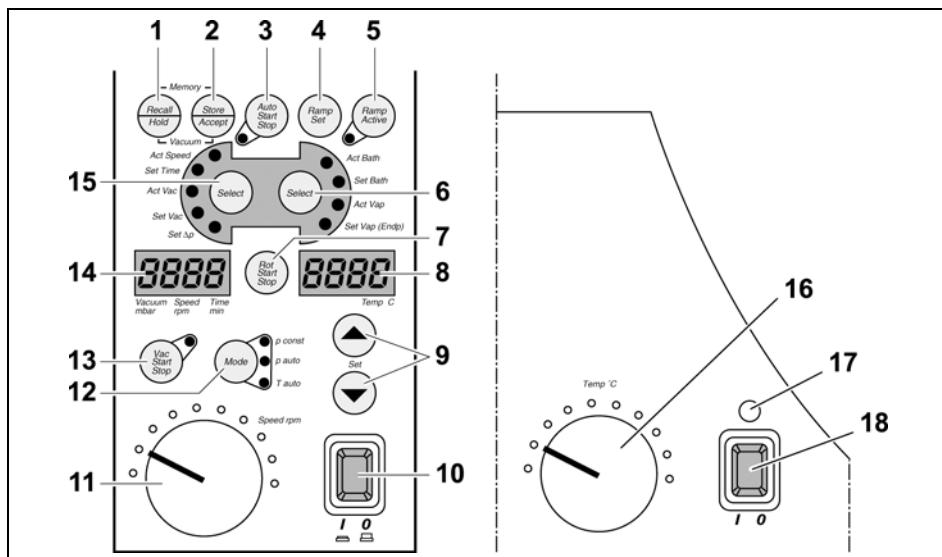

Bild 6-1: Bedienpanel Basisgerät / Heizbad
- ✓ Rotationsverdampfer ist betriebsbereit und am Netzschatzler Basisgerät eingeschaltet (Bild 6-1 (10)).
Bei Solltemperaturen, die über 100 °C liegen, erscheint für eine Sekunde im Display (Bild 6-1 (8)) der Hinweis: **OIL**.
1. Heizbad durch Drücken des Netzschatzers Heizbad (Bild 6-1 (18)) einschalten.
Netzschatzer Heizbad (Bild 6-1 (18)) leuchtet grün.
2. Mit Drehknopf Heizbad (Bild 6-1 (16)) die Temperatur mindestens 20 °C höher als die Solltemperatur einstellen.
3. Taste **Select** (Bild 6-1 (6)) drücken, bis LED **Set Bath** leuchtet.
4. Mit den Pfeiltasten (Bild 6-1 (9)) den Sollwert einstellen.
Im Display (Bild 6-1 (8)) steht die Solltemperatur. Nach 5 Sekunden erscheint der aktuelle Istwert im Display, die LED **Act Bath** leuchtet.
Die leuchtende gelbe Kontrollleuchte Heizbad (Bild 6-1 (17)) über dem Netzschalter Heizbad (Bild 6-1 (18)) zeigt an, dass sich das Heizbad in der Heizphase befindet.
- Taste **Select** (Bild 6-1 (6)) drücken, bis LED **Act Vap** leuchtet.
Die Siedetemperatur wird im Display (Bild 6-1 (8)) angezeigt.
- Taste **Vac Start Stop** (Bild 6-1 (13)) drücken.
Die LED neben der Taste **Vac Start Stop** (Bild 6-1 (13)) leuchtet beim Einschalten.
Bei erneutem Drücken der Taste **Vac Start Stop** (Bild 6-1 (13)) schaltet das Gerät die Vakuumregelung aus.
Bei ROTAVAC vario control ist die Einstellung eines Werts für  $\Delta p$  überflüssig. Im Display (Bild 6-1 (14)) erscheint bei **Set  $\Delta p$** : ----. Die Vakuumregelung erfolgt über die Drehzahl der Pumpe.
1. Taste **Mode** (Bild 6-1 (12)) drücken, bis LED **Mode p const** leuchtet.
2. Taste **Select** (Bild 6-1 (15)) drücken, bis LED **Set Vac** leuchtet.
3. Mit den Pfeiltasten (Bild 6-1 (9)) gewünschtes Soll-Vakuum einstellen.
Der Soll-Vakuumwert wird im Display (Bild 6-1 (14)) angezeigt.
4. Taste **Select** (Bild 6-1 (15)) drücken, bis LED **Set  $\Delta p$**  leuchtet.
5. Mit den Pfeiltasten (Bild 6-1 (9)) gewünschte Schaltdifferenz (Hysterese)  $\Delta p$  einstellen.
1. Taste **Mode** (Bild 6-1 (12)) drücken, bis LED **Mode T auto** leuchtet.
2. Taste **Select** (Bild 6-1 (6)) drücken, bis LED **Act Vap** leuchtet.
4. Taste **Select** (Bild 6-1 (6)) drücken, bis LED **Set Vap** leuchtet.